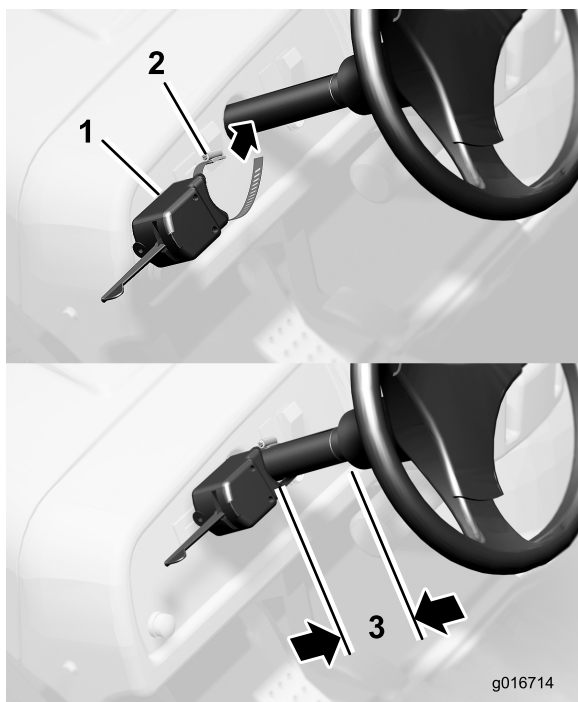

Figure 18
2. Maintenez le module de commande contre la colonne de direction de sorte que la sangle se trouve à environ 6 mm de la mousse de la colonne de direction (Figure 18).